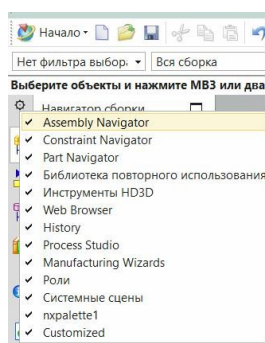

рис.15
- Содержимое *Панели ресурсов* можно регулировать. Для этого поставьте курсор в её пустое поле, КМ (контекстное меню, правая кнопка мыши), и в появившемся списке (рис.15) выберите нужные опции.